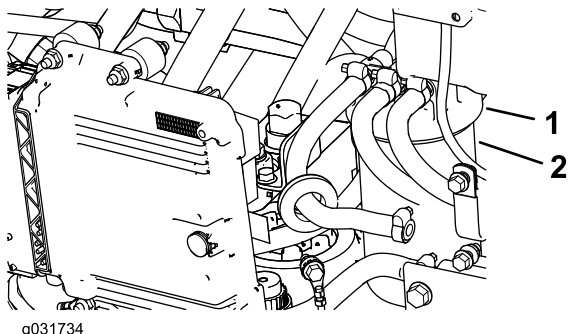

Figura 89
1. Pulite le superfici circostanti la testa del filtro del carburante (Figura 89).
2. Togliete il filtro e pulite la superficie di montaggio della testa del filtro (Figura 89).